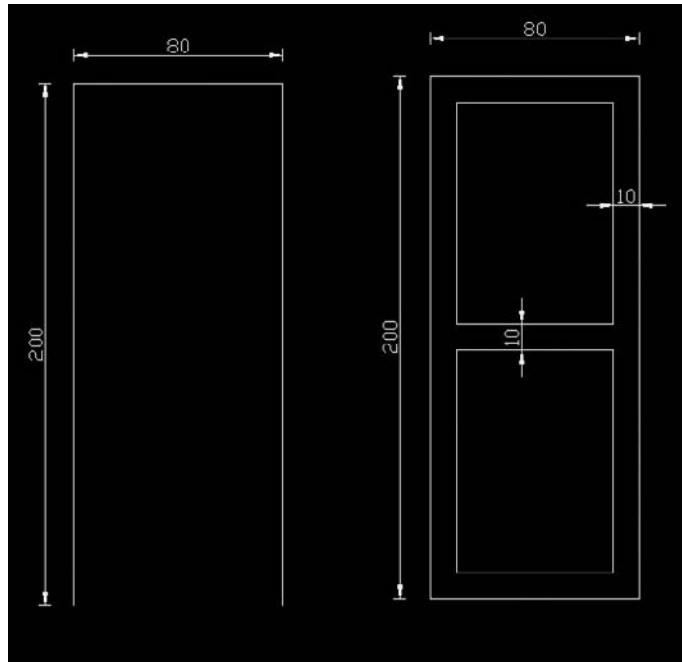

Fig.18.9
- 2 Dessinez en 2D, à l'aide d'une polyligne ouverte le contour, de la porte. Il servira de trajectoire de balayage (fig.18.9).
- 3 Dessinez en 2D, à l'aide de polygones ou de rectangles, la feuille de porte. Ces objets seront extrudés en 3D (fig.18.9).